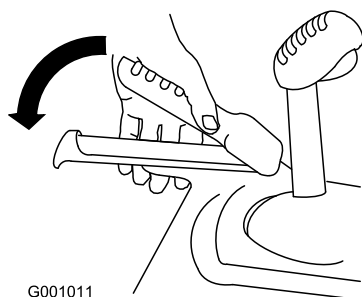

Figura 28
1. Per innestare il comando della trazione premete la leva sinistra (trazione) contro l'impugnatura (Figura 28).